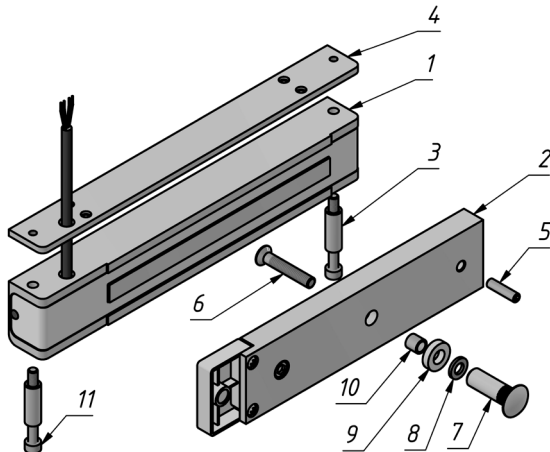

Рисунок 1 – Комплект поставки замка
3.1 Комплект поставки (рисунок 1):
- корпус (1)..... - 1 шт.
- якорь (2)..... - 1 шт.
- втулка (3)..... - 2 шт.
- планка резьбовая 300P (4)... - 1 шт.
- комплект крепления якоря: штифт (5), винт М6х35 (6), втулка (7), шайба (8), кольцо уплотнительное (9), втулка проходная (10)
- винт М5х45 (11)..... - 2 шт.
4.2 Корпус (поз.1 рисунок 1) крепится в верхней части дверной коробки на предварительно установленную планку резьбовую 300Р (поз.4) на максимальном удалении от петель двери. Крепление корпуса к дверной коробке возможно с помощью Уголка 300-400Р, Планки 300Р и комплекта МК 300-KU, приобретаемых дополнительно.